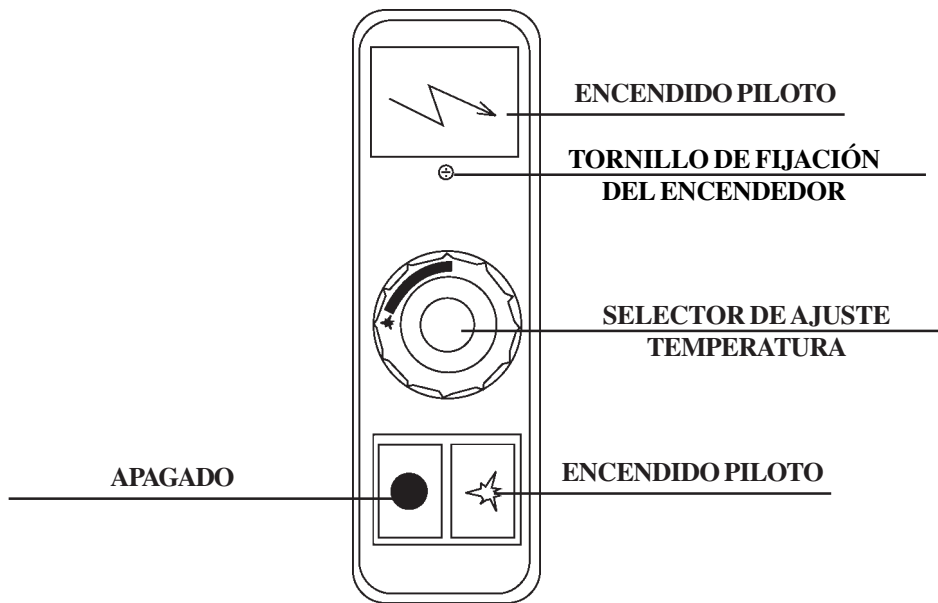

Fig. 9
ATENCIÓN: los mandos deben estar como se indica en la Fig. 9, no hay que olvidar la interrupción del termopar!
5.1 ENCENDIDO PILOTO (FIG. 9)